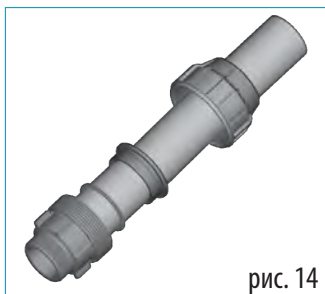

рис. 14
- 2) Наденьте на трубу детали фитинга в следующем порядке: накидная гайка, упорная втулка, уплотнительное кольцо (рис. 14). Перед выполнением операции смажьте трубу силиконовой смазкой для облегчения сборки.